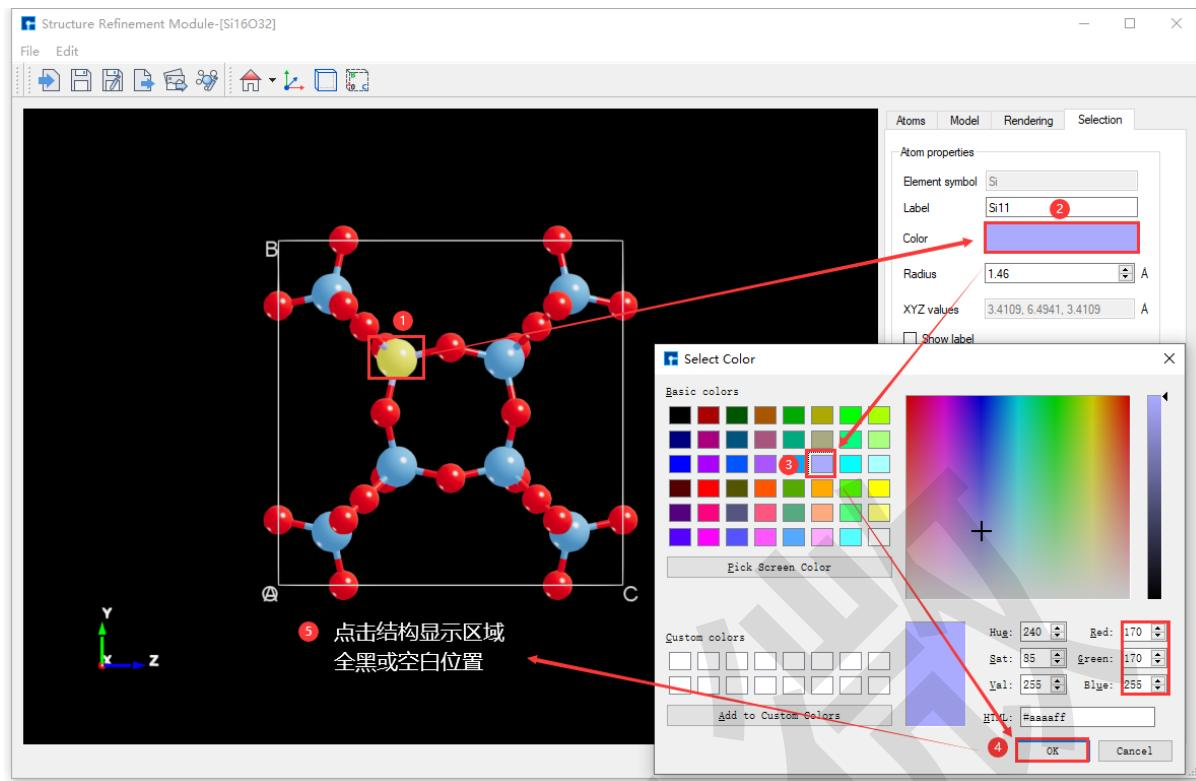
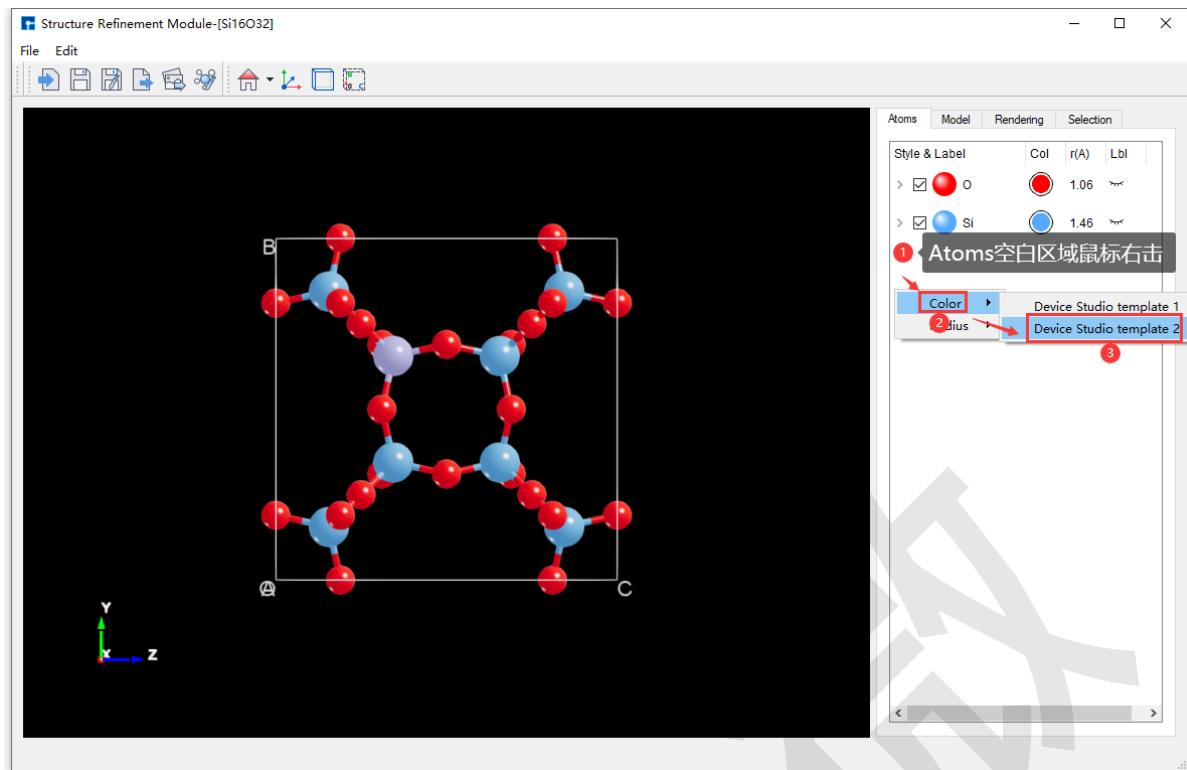

图 7.32: 选中原子: 将 Si₁₆O₃₂ 晶体结构中 Si11 原子的颜色修改为 RGB 值为 [170 170 255] 操作界面
图 7.33: 修改 Si₁₆O₃₂ 晶体结构中所有元素的颜色的操作界面
2. 方式二: 鼠标点击选中 Si₁₁ 原子, 如图 7.32 所示为将 Si₁₆O₃₂ 晶体结构中 Si₁₁ 原子的颜色修改为 RGB 值为 [170 170 255] 操作界面。
Si₁₆O₃₂ 晶体结构中含 Si 和 O 2 种元素, 在 图 7.32 基础上修改 Si₁₆O₃₂ 晶体结构中所有元素的颜色(可认为切换为 Device Studio template 2 模板的颜色)的操作界面如 图 7.33 所示, 修改完成后的界面如 图 7.34 所示。